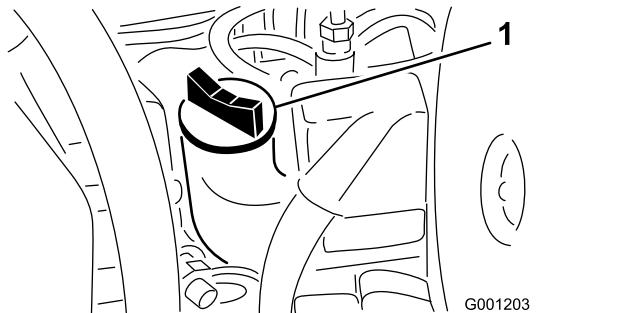

Figura 48
4. Se o nível de óleo se encontrar abaixo da marca Cheio da vareta, retire a tampa de enchimento (Figura 48) e adicione óleo até que o nível atinja a marca Cheio. **Não encha demasiado..**